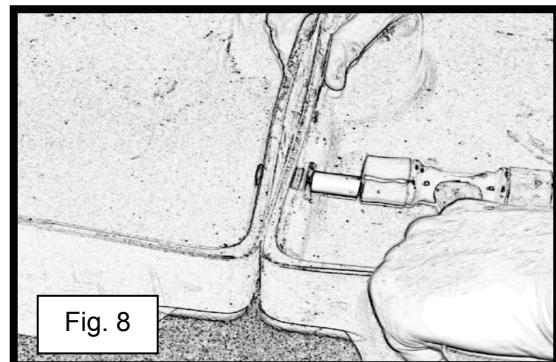

Fig. 8
- 7) Använd ena handen för att förhindra att uppsamlingsplattformarna rör sig, knacka på teflonröret tills det rör sig igenom den andra genomföringen på den andra uppsamlingsplattformen (se fig. 8). **OBS: Om du känner ett motstånd, se instruktion #5.**